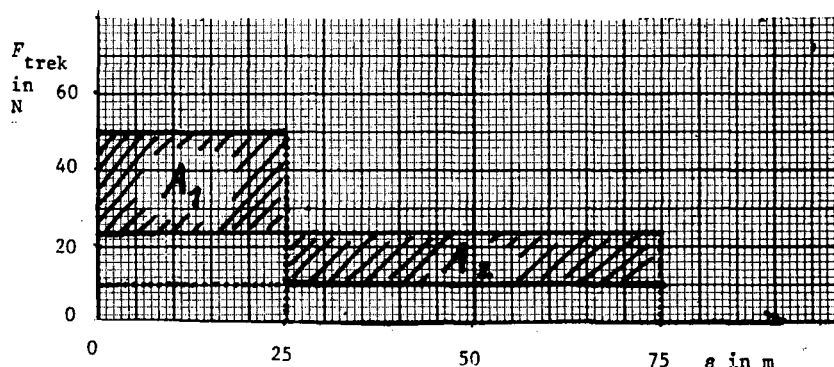

fig. 2.20 Als de oppervlakken A_1 en A_2 heb je de gemiddelde kracht, gemiddeld over de weg, gevonden.
Om het *gemiddelde naar de weg* te nemen moet je ook rekening houden met het oppervlak onder de grafiek: zie fig. 2.20. A_1 moet gelijk zijn aan A_2 om een juist gemiddelde te krijgen.
Zoals je in fig. 2.20 al merkte, is de oppervlakte onder de F, s -grafiek van belang voor arbeid. Net zoals je uit een $v, \Delta t$ -grafiek de afgelegde weg kunt bepalen door de oppervlakte eronder te nemen, zo kun je uit de F, s -diagram de arbeid berekenen. De kracht beschouw je daarbij dus als een functie, nu echter niet van de tijd $F(t)$ maar van de afgelegde weg $F(s)$.
- Bepaal uit het oppervlak onder grafiek van fig. 2.20 de arbeid van de trekkracht.